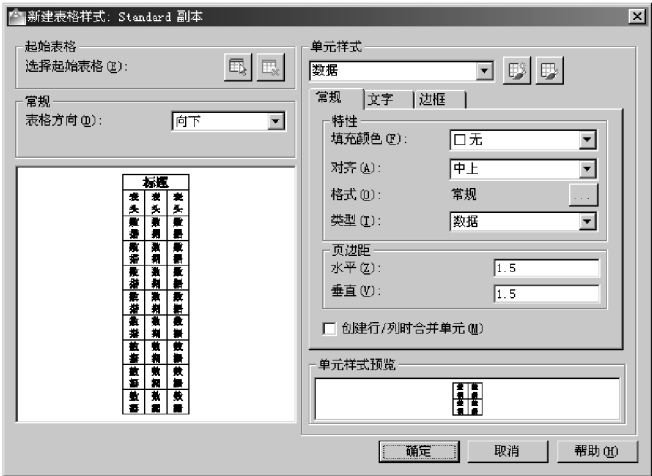

图 7-10 【新建表格样式】对话框
2) 在对话框中输入要新建的样式名称，按【继续】按钮，打开【新建表格样式】对话框，该对话框用于定义新的表格样式或修改现有表格样式，如图 7-10 所示。